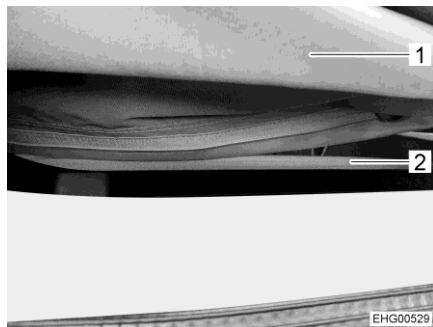

Bild 70 Dragkedja
- Öppna dragkedjan helt (Bild 70,2) på undersidan av blåsbälgen (Bild 70,1).